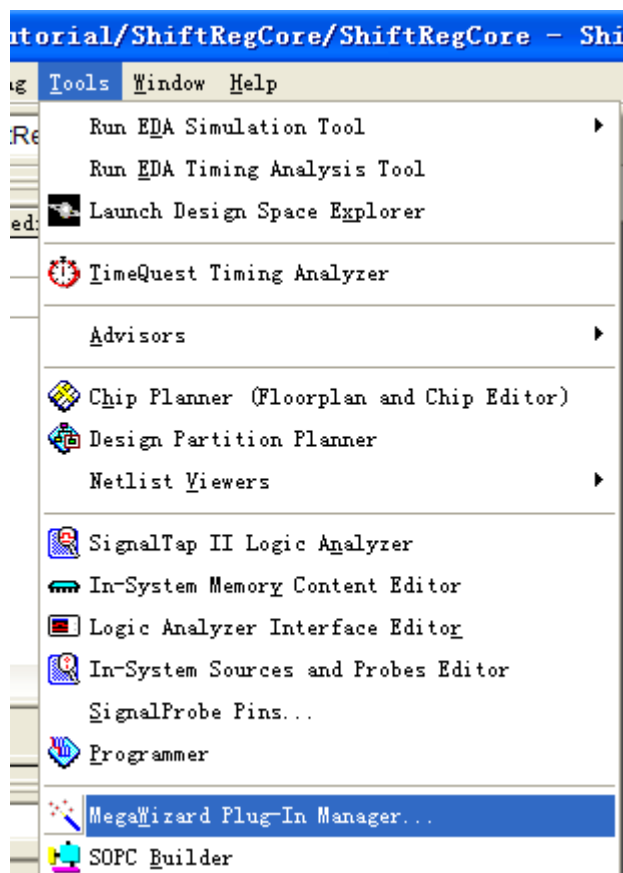

图 5-1 MegaFunction 菜单
3. 用 MegaFunction 创建移位寄存器模块，首先点击菜单项 Tools->MegaWizard Plug-In Manager...。如图 5-1。